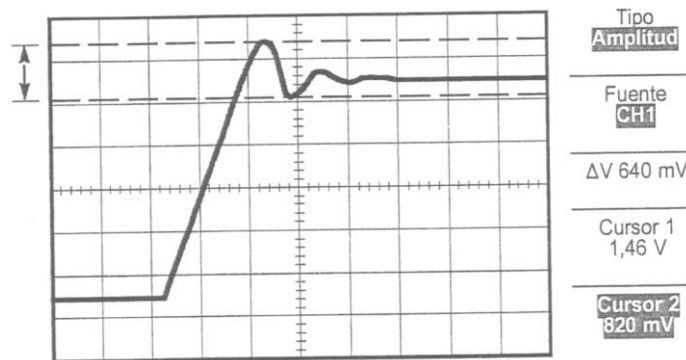

Fig.81.Toma de medidas de amplitud con los cursores.
- La señal medida es como aparece en la fig. 81.